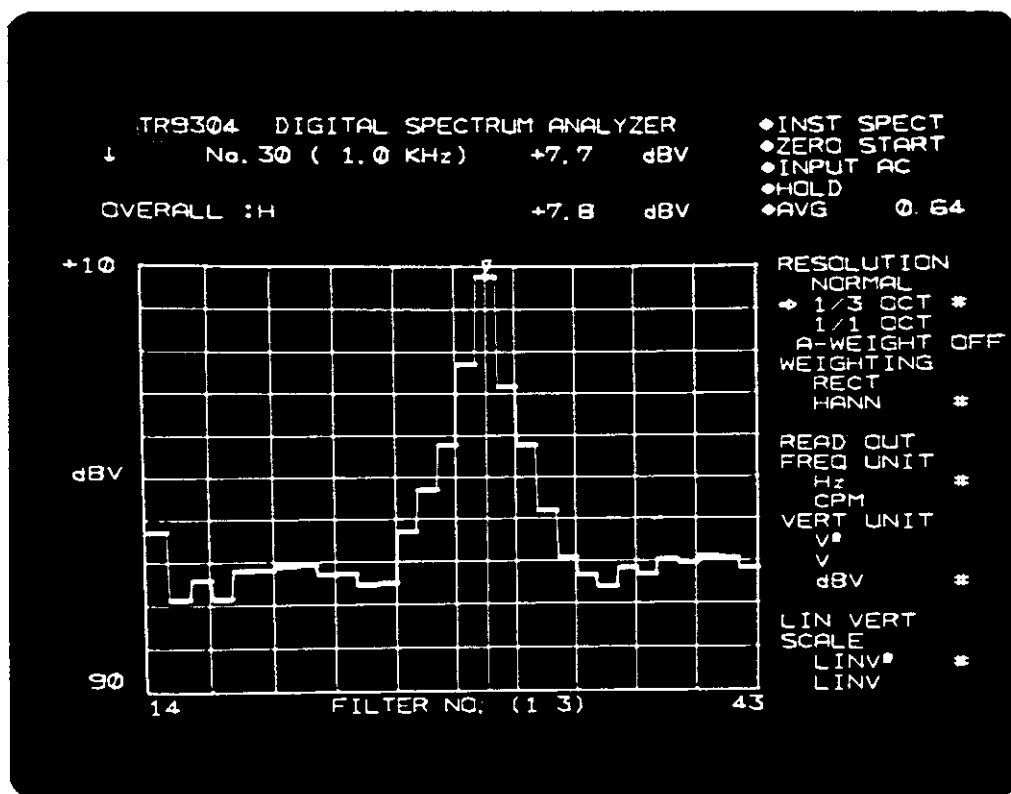

図6-15 CAL. の1/3 オクターブ分析結果
- ④ **I/O** セクションの **EXECUTE** スイッチを押して、オクターブ分析を開始します。〔図6-15〕
- ⑤ **SETUP** セクションの **SCALING** スイッチを押します。
- ⑥ 騒音計のメータおよびレンジからの読取り値が 84 dB であったとしますと、
**TR9304** の “OVERALL” 値が “+84.0 dBEU” となるように（〔図 6-15〕では +7.8 dBV）“SCALING” の “0 dBEU” の値を設定して下さい。
となります。〔図 6-15, 16〕参照